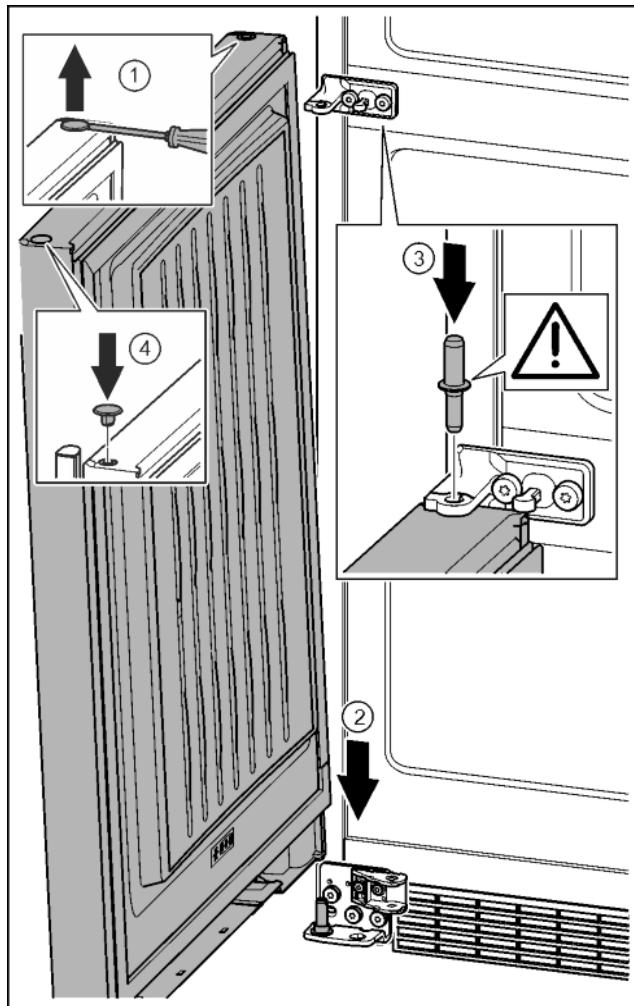

Fig. 39
- Осторожно приподнять шлицевой отверткой заглушку и извлечь ее. Fig. 39 (1)
- Установить дверь сверху на нижний опорный палец. Fig. 39 (2)
- Вставить средний опорный палец через средний опорный кронштейн в нижнюю дверь. При этом следить за тем, чтобы выступ фиксатора был направлен назад. Fig. 39 (3)
- Заглушку снова вставить с другой стороны. Fig. 39 (4)